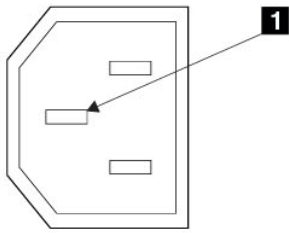

图 2. 接地插脚
6. 检查 SAN Volume Controller 的机架和每个主电源接口的接地插脚之间的电连续性。接地插脚如图 2 中 **1** 所示。